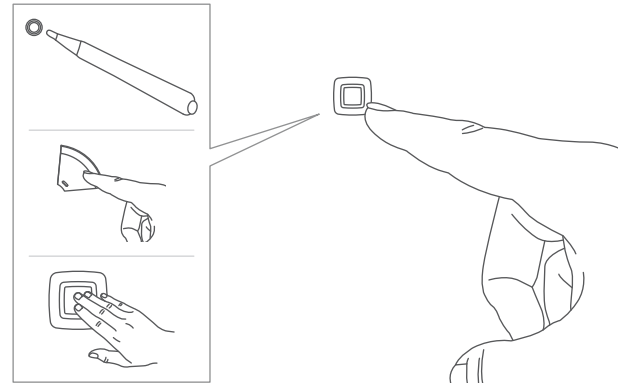

Abbildung 8
- Halten Sie die Systemtaste für 4 s gedrückt Abb. 8.